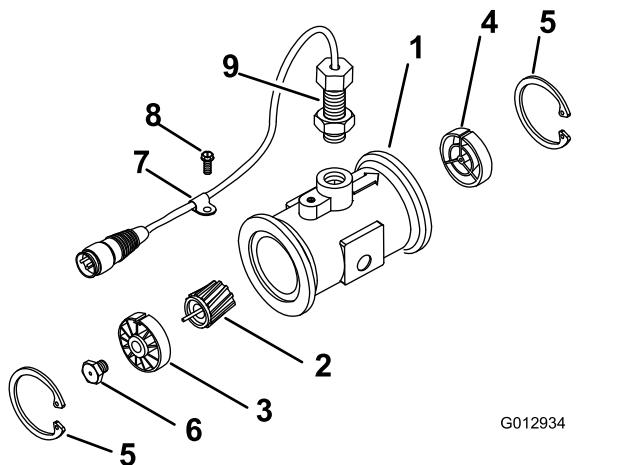

Bild 100
3. Entfernen Sie den Halterung an der vorgeschalteten Seite (Bild 100).